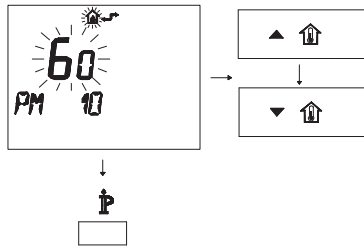

Figura 5.59
- Per modificare il SET programmato agire sui pulsanti ▲ **UP** o ▼ **DOWN** e aspettare che il numero programmato cominci a lampeggiare (Figura 5.59).